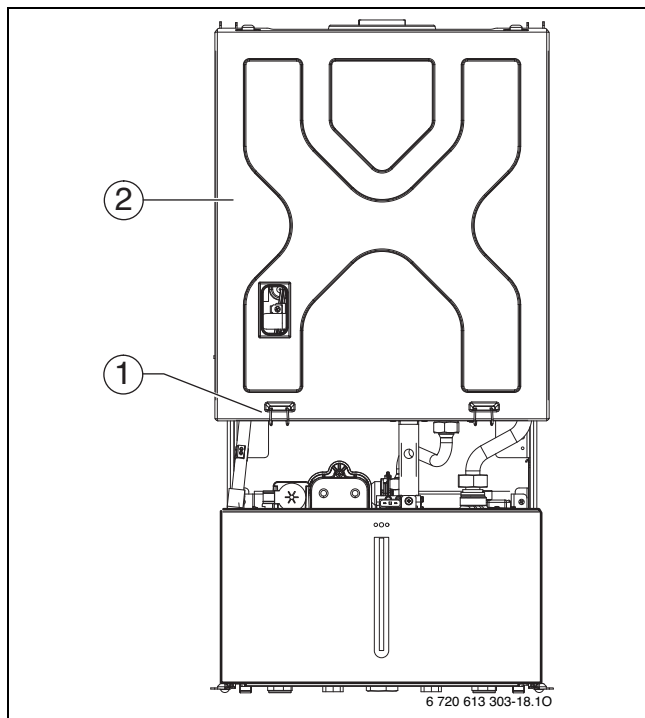

Рис. 55 Открывание воздушной камеры
- Удалить две скобы (1) и крышку воздушной камеры (2) снять движением вверх (→ рис. 55).